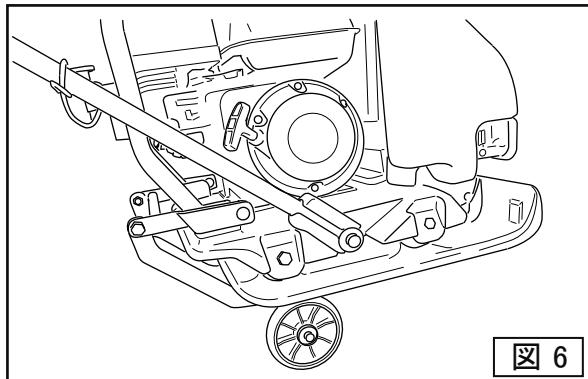

図 6
- ハンドルを後方に引き戻し、転圧盤を浮かして機体を移動させます。(図6)